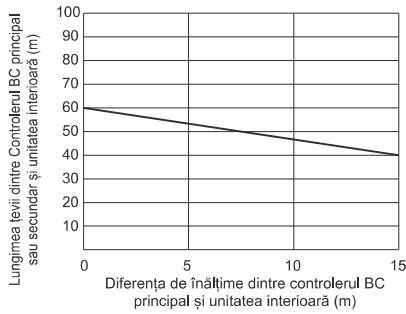

Fig. 1
- *2 Consultați Fig. 1. (Cu toate acestea, atunci când este conectat modelul P/M200 sau P/M250 de unitate interioară, distanța maximă admisă dintre controlerul BC și cea mai îndepărtată unitate interioară este de 40 m.)
- *3 Atunci când lungimea tubulaturii sau diferența de înălțime depășește constrângerea specificată în Fig. 1, conectați un Controler BC secundar la sistem. Constrângerea pentru un sistem cu Controler BC secundar este arătată în Fig. 2. Atunci când o anumită configurație de sistem se află în zona hașurată din Fig. 2, măriți dimensiunea conductei de înaltă presiune și conductei de lichid dintre controlerul BC principal și cel secundar cu o treaptă. Atunci când utilizați modelele de unitate interioară P/M32, P/M40, P/M50, P/M100 sau P/M125, măriți cu o treaptă dimensiunea conductei de racordare pentru lichid dintre controlerul BC secundar și unitatea interioară. Atunci când utilizați modele de unitate interioară P/M140 sau superioare, constrângerea arătată în Fig. 1 nu poate fi depășită.
*3 Atunci când lungimea tubaturii sau diferența de înălțime depășește constrângerea specificată în Fig. 1, conectați un controler BC secundar la sistem. Constrângerea pentru un sistem cu Controler BC secundar este arătată în Fig. 2. Atunci când o anume configurație de sistem se află în zona hașurată din Fig. 2, măriți dimensiunea conductei de înaltă presiune și conductei de lichid dintre controlerul BC principal și cel secundar cu o treaptă. Atunci când utilizați modelele de unitate interioară P/M32, P/M40, P/M50, P/M100 sau P/M125, măriți cu o treaptă dimensiunea conductei de racordare pentru lichid dintre controlerul BC secundar și unitatea interioară. Atunci când utilizați modele de unitate interioară P/M140 sau superioare, constrângerea arătată în Fig. 1 nu poate fi depășită.